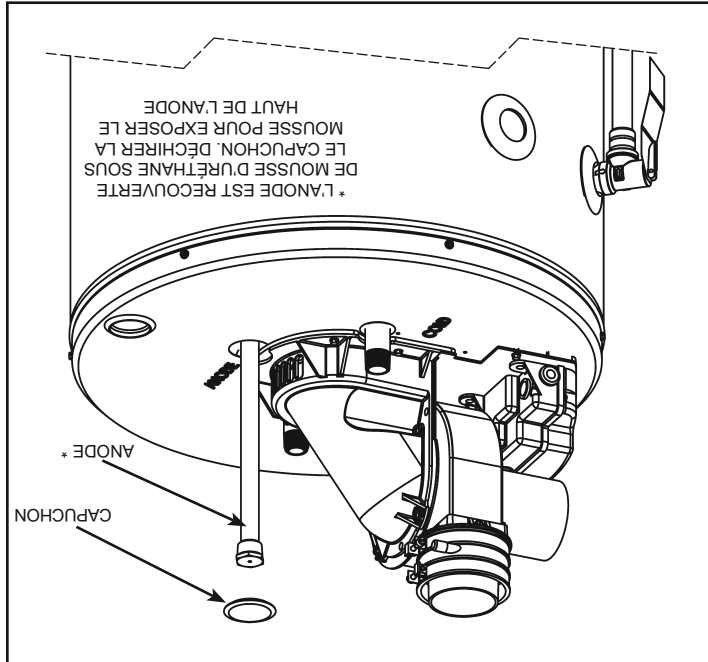

Figure 38
4. Retirer le capuchon de l'anode sur le dessus du chauffe-eau et enlever juste assez d'isolant pour pouvoir accéder à la tête de l'anode (Figure 38). Les conserver dans un endroit sûr pour les remettre en place ultérieurement.
5. Retirer l'anode à l'aide d'un cliquet et d'une douille de 1-1/16 po en tournant dans le sens inverse des aiguilles d'une montre (Figure 38).